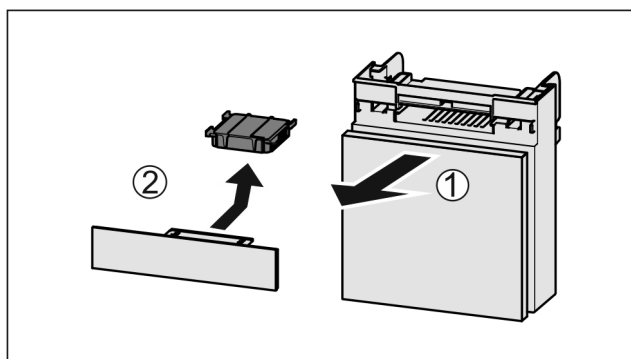

Fig. 128
- Dra ut Fig. 128 (1) lådan framåt.
- Ta ut Fig. 128 (2) aktivtkolfiltret.